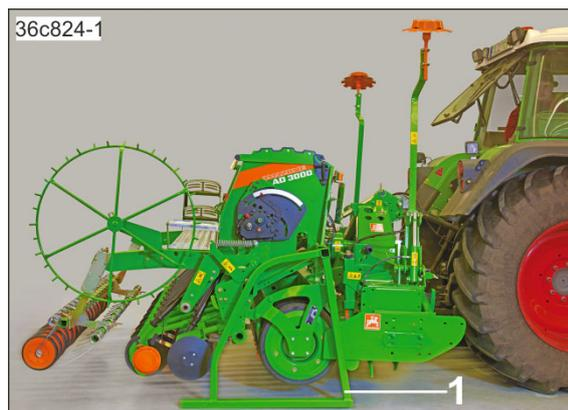

Fig. 136
9. 2 Abstellstützen (Fig. 136/1) bis zum Anschlag in die Aufnahme schieben.